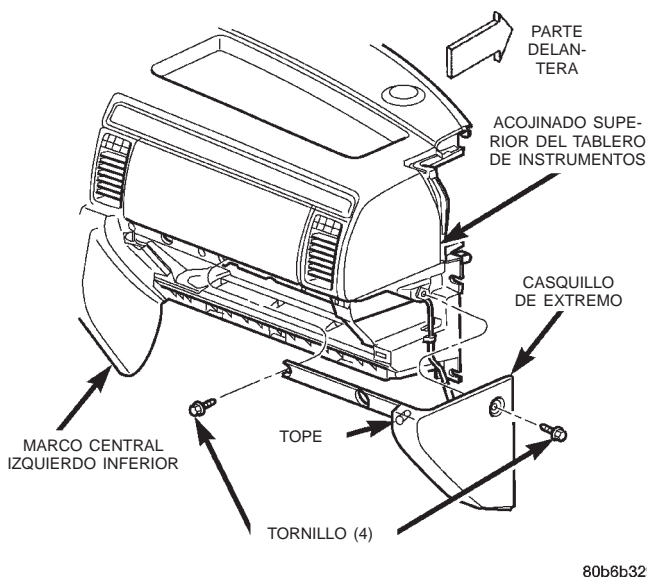

Fig. 23 Desmontaje e instalación del casquillo de extremo del tablero de instrumentos
- (1) Desconecte y aisle el cable negativo de la batería.
- (2) Abra la guantera.
- (3) Retire el tornillo que fija el extremo exterior del casquillo de extremo al acojinado superior del tablero de instrumentos (Fig. 23).